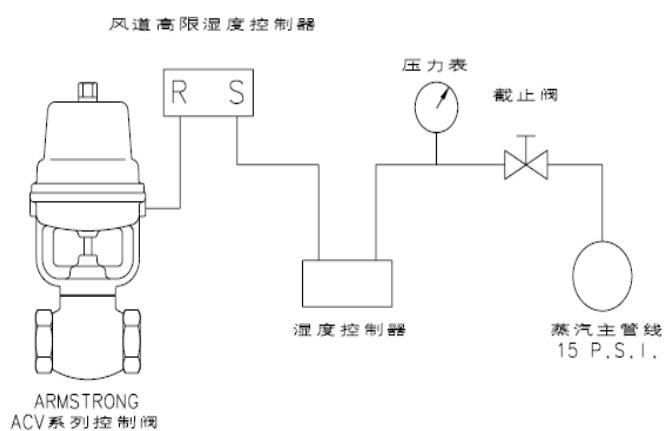

图 11-1
在蒸汽供汽管线上的“Y”型过滤器后安装阿姆斯壮控制阀，为水箱中的换热器提供蒸汽。气动控制阀的进气配管图，请参考 11 页图 11-1、11-2、11-3。
- 1) 气动控制阀：请参见第 11 页图 11-1、11-2 和 11-3。